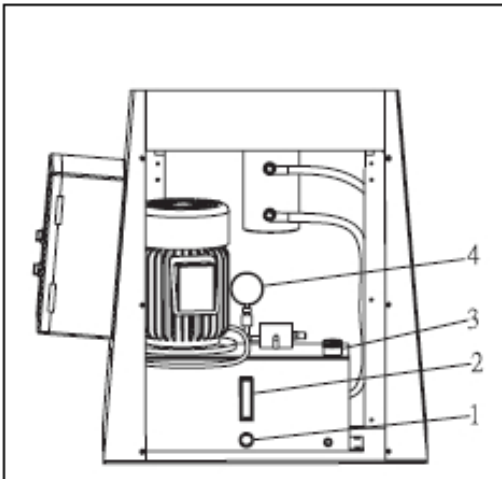

Abb. 11: Öltank befüllen
Schritt 6: Entfernen Sie die Schrauben an der Frontabdeckung und die Frontabdeckung (Abb.11).
Schritt 7: Entfernen Sie den Stopfen 3 (Abb.11).
Schritt 9: Überprüfen Sie ob die Druckanzeige 4 (Abb.11) bei 150 kg/cm² (2100 psi) liegt.